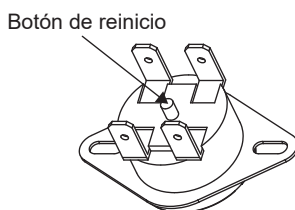

Figura 8
- El limitador de temperatura interrumpe el funcionamiento si el termocalefón se sobrecalienta o si el termostato presenta alguna avería. El limitador debe ser reiniciado manualmente en el caso que se active por alguna de estas dos razones (Ver Figura 8).